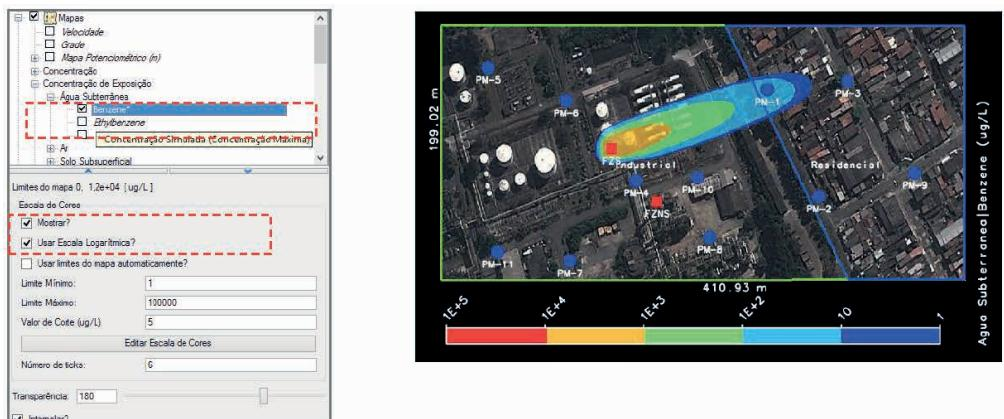

Figura 2.154 Mapa de concentração de exposição de benzeno na água subterrânea a partir de concentrações simuladas (Concentração Máxima).
- 3) Na versão 3.25, o SCBR calcula e gera o mapa de concentração de exposição simulada (Concentrações Máximas, UCL 95, UCL 99 ou Variável), identificada na árvore do módulo *Resultados* com sinal de asterisco (*) e *tooltip* (quando com o mouse sobre o mapa específico) exibindo o método utilizado. Este mapa representa as concentrações simuladas de determinada SQI em cada volume de controle, pelo método selecionado pelo usuário (Concentrações Máximas, UCL 95, UCL 99 ou Variável) no módulo Risco, e está disponível somente para o meio água subterrânea (Figura 2.154).